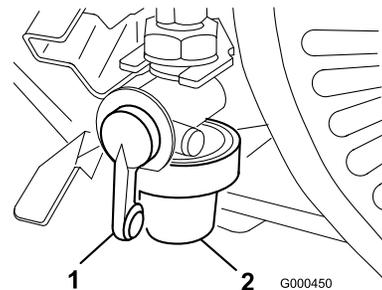

図 31
1. 燃料バルブを閉じて、フィルタのボディーからボウルを外す(図 31)。